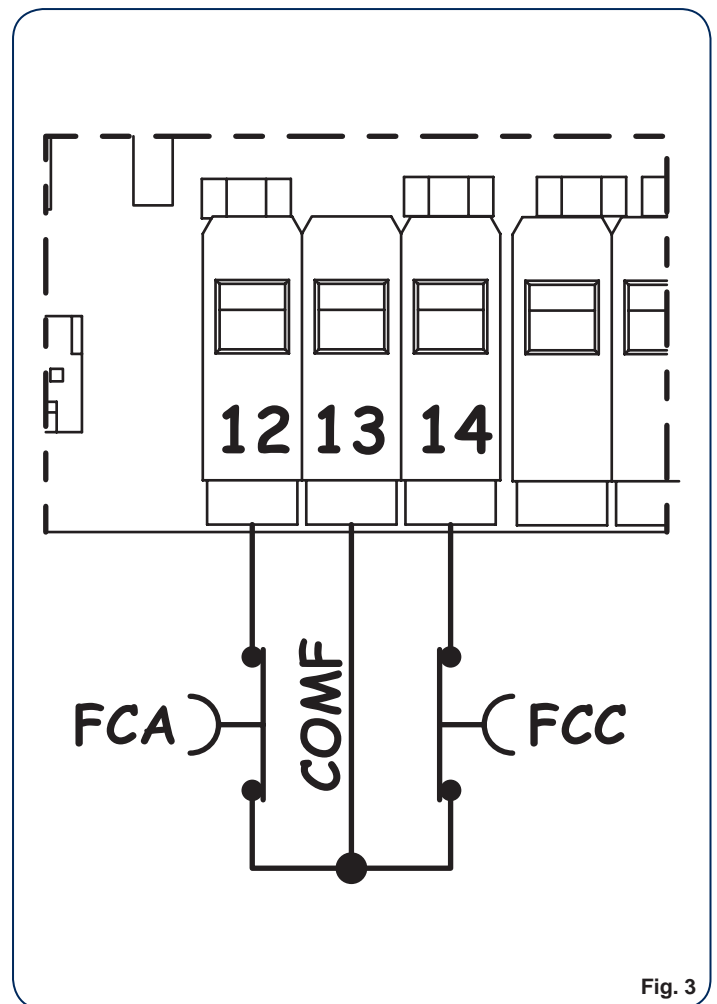

Fig. 3
5.3. MORSETTIERA CN3 (Fig. 3)	pag.3